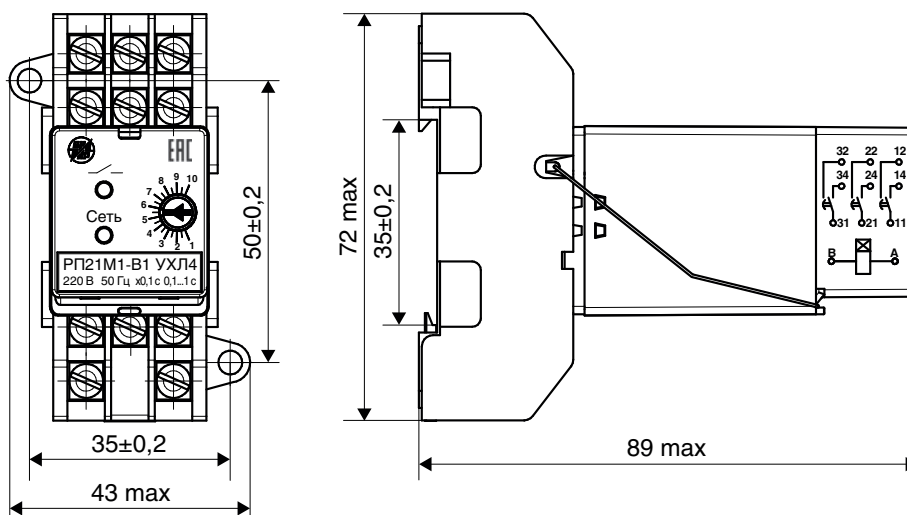

Рисунок 3
- с розеткой типа 3 – крепление с помощью двух винтов М4, с винтовыми зажимами для переднего присоединения проводников (рис. 3).